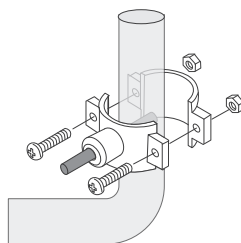

Figure 9
c. Enfiler la plaque avant sur une extrémité du tuyau (sans marque) et insérer le tuyau dans le trou percé sur environ 15 mm (**Figure 9**).